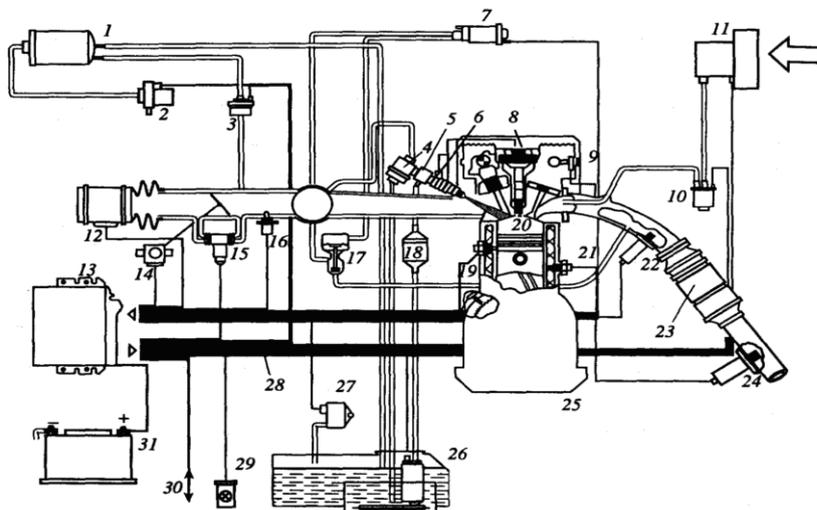

Рис.8.1. Компьютерная система управления работой бензинового двигателя
**У бензиновых компьютеризированных двигателей** наиболее эффективны системы с последовательно распределенным впрыском топлива (рис.8.1.), позволяющие на 12 - 15% снизить расход топлива и на 18 - 20% улучшить экологические показатели работы автомобилей на линии по сравнению с ранее применяемыми компьютерными системами управления работой двигателя с центральным и непоследовательно распределенным впрыском топлива.